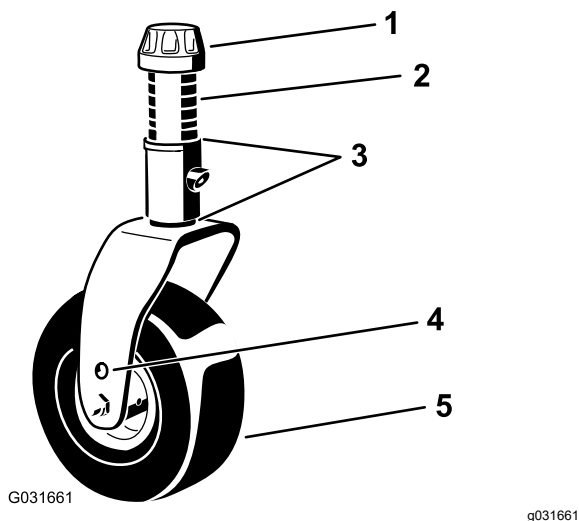
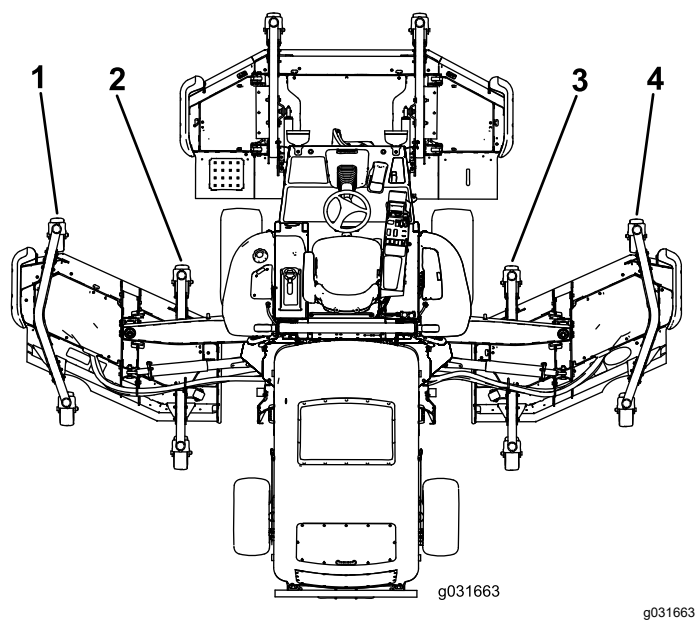

Figure 28
Figure 29
5. Si le bord intérieur de l'unité de coupe latérale est trop élevé par rapport au bord extérieur de l'unité de coupe avant, retirez une cale au bas du bras de la roue pivotante intérieure avant de l'unité de coupe latérale (Figure 28 et Figure 29).
- Si le bord intérieur est encore trop élevé, retirez une cale supplémentaire au bas du bras pivotant intérieur avant et une cale du bras pivotant extérieur avant de l'unité de coupe latérale (Figure 28 et Figure 29).
bas du bras pivotant intérieur avant de l'unité de coupe latérale (Figure 28 et Figure 29).